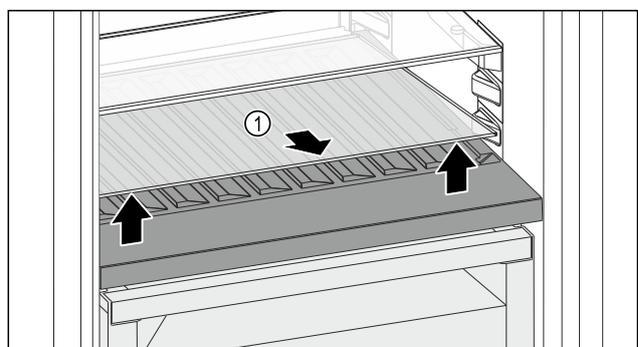

Fig. 78
- ▶ Glasplatte Fig. 78 (1) an der Aussparung vorne anheben und herausnehmen.
- ▶ Glasplatte Fig. 78 (1) außerhalb des Geräts sicher aufbewahren.